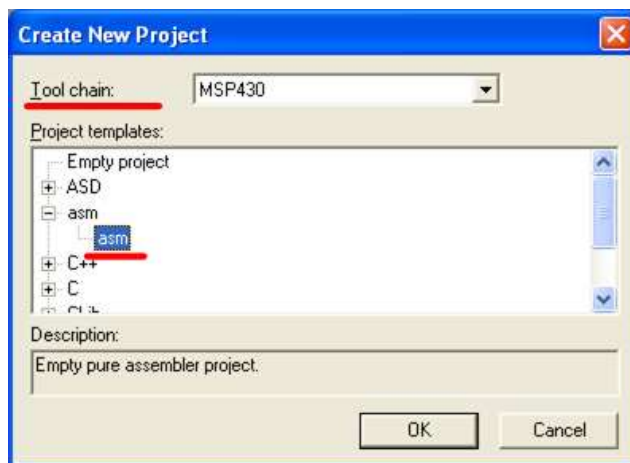

Рисунок 2.12 – Диалоговое окно для выбора типа создаваемого проекта
- используя верхнее меню, выполнить команду **Project>Create New Project** (рисунок 2.12);